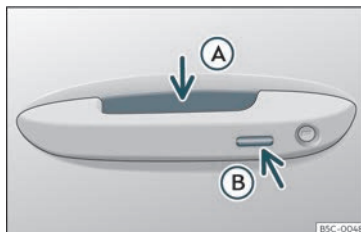

Fig. 81 Maneta de la porta: superfícies sensorials
»» **fig. 81**
- Agafeu la maneta d'una de les portes davanteres. Quan ho feu, tocareu la superfície sensora»» **fig. 81** (fletxa) de la maneta i es desbloquejarà el vehicle.
- Toqueu *un cop* la superfície sensora de bloqueig»» **fig. 81** (fletxa) de la maneta d'una de les portes davanteres. La porta de la maneta que s'acciona ha d'estar tancada.
- Toqueu *un cop* la superfície sensora»» **fig. 81** (fletxa) de la maneta d'una de les portes davanteres. El vehicle es bloqueja amb el sistema de seguretat "Safe"»» pàg. 106. La porta de la maneta que s'acciona ha d'estar tancada.
- Toqueu *dues vegades* la superfície sensora»» **fig. 81** (fletxa) de la maneta d'una de les portes davanteres per bloquejar el vehicle sense activar el sistema de seguretat "Safe"»» pàg. 106.
- Premeu el botó de tancament  del comandament a distància i toqueu una vegada, dins dels 5 segons següents, la superfície sensora de bloqueig de la maneta de la porta del conductor»» **fig. 81 B**. No agafeu la maneta de la porta perquè, si ho feu, el vehicle no es bloquejarà. També és possible dur a terme la desactivació si es bloqueja el vehi-
Per **tancar amb la funció de confort** totes les finestretes elèctriques, mantingueu un dit durant uns segons sobre la superfície sensora de bloqueig»» **fig. 81 B** (fletxa) de la maneta de la porta fins que s'hagin tancat les finestretes i el sostre.
Les superfícies sensores de les manetes de les portes podrien activar-se en rebre un raig d'aigua o de vapor a gran pressió en el cas que hi hagués alguna clau del vehicle vàlida a la zona pròxima. Si almenys una de les finestretes amb alçavidres elèctric està oberta i s'activa la superfície sensora >>> fig. 81  d'una de les manetes de manera permanent, es tancaran totes les finestretes.
- **O BÉ:** toqueu *dues vegades* la superfície sensora situada a la part exterior de la maneta de la porta»» **fig. 81** .